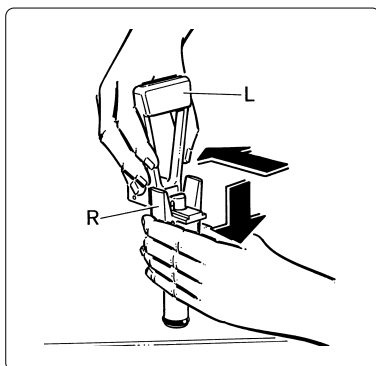

Fig. 13
- Démontez le robinet en tenant pressé vers le bas son corps (R) et en retirant le levier (L) de son propre logement (voir la fig. 13).